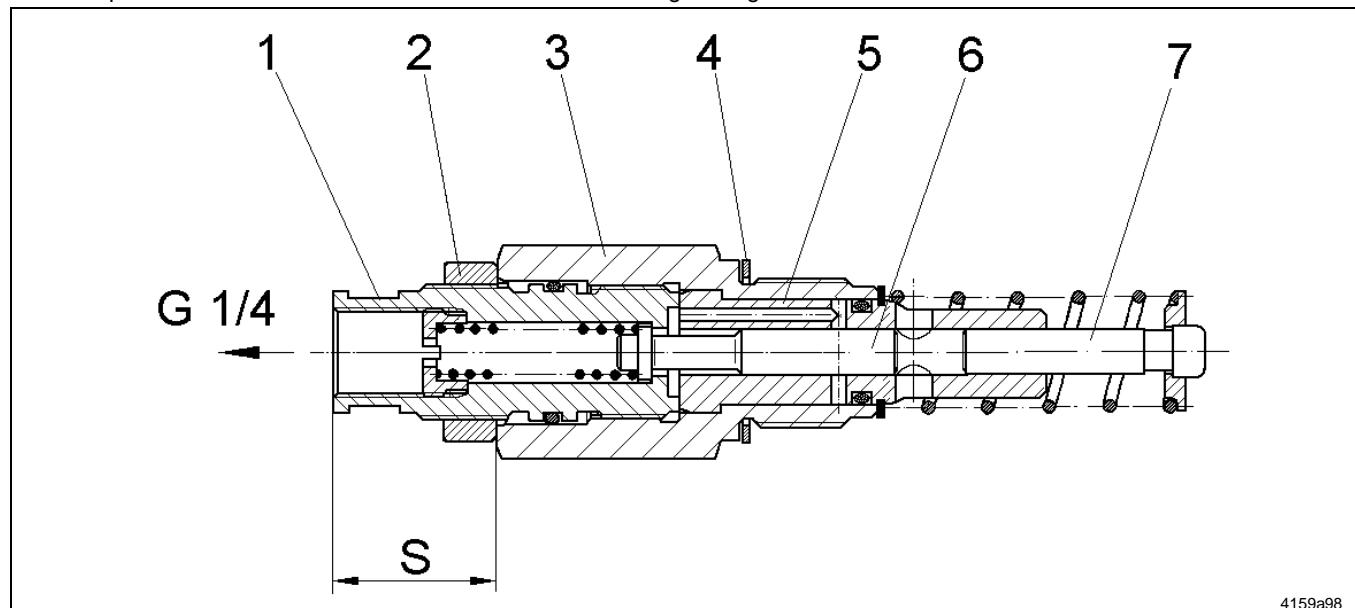
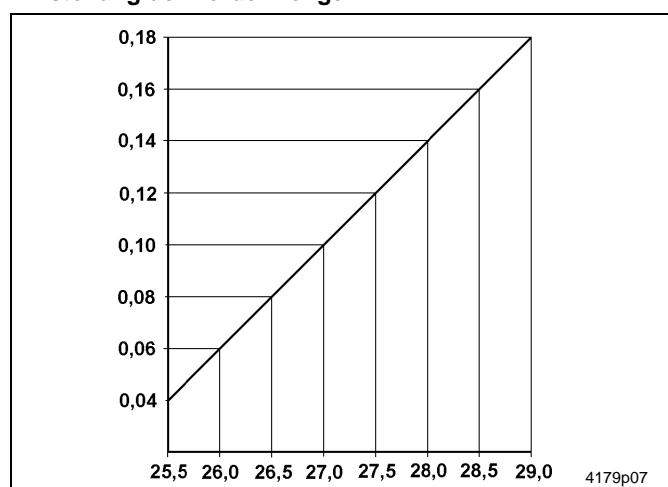

Abb. 4 Schnittbild: regulierbares Pumpenelement
Abb. 5 Schnittzeichnung der Pumpe 205
- ⇒ Die Kontermutter (2) lockern, dabei den Pumpenelementkörper (3) mit einem zweiten Schlüssel festhalten.
- ⇒ Regulierspindel (1) mit einem Schraubenschlüssel verstetzen:
- Das Maß "S" in Abb. 4 kann in Abhängigkeit von der gewünschten Fördermenge aus Abb. 5 ermittelt werden.
- ⇒ Regulierspindel (1, Abb. 4) aus Pumpenelementkörper (3) herausschrauben bis „S“ ca. 30 mm
- ⇒ Kontermutter (2) auf den Anschlag an der Regulierspindel (1) einschrauben
- ⇒ Regulierspindel (1) mit Kontermutter (2) bis auf Anschlag in den Pumpenelementkörper (3) schrauben
- ⇒ Maß „S“ auf gewünschten Wert entsprechend dem Förderdiagramm (Abb. 5) einstellen.